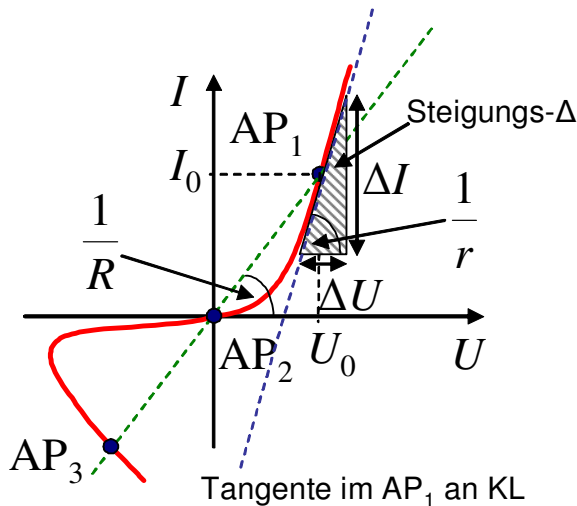

Bild 2 I,U-Kennlinie eines nichtlinearen Widerstandes
Im Falle eines nichtlinearen Widerstandes (Bild 2) genügt nun offensichtlich zur eindeutigen Kennzeichnung des Widerstandsverhaltens alleine die Angabe des Verhältnisses von Spannung und Strom nicht mehr
Um dies zu verdeutlichen, sind in Bild 2 drei Arbeitspunkte (AP) markiert, die alle auf der gleichen Nullpunktgeraden liegen.